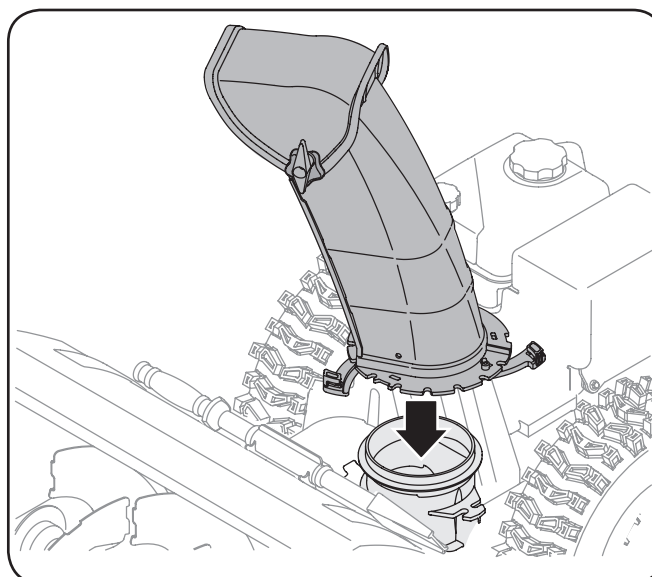

Figura 3-3
1. Colocar el montaje del canal inclinado sobre la base. Vea la Figura 3-3.
8. Finalizar asegurar el control de la cabeza a la tolva de soporte con tuerca de mariposa, horquilla alfiler, y arco-tie Cotter pines eliminado en el paso 1. Vea la Figura 3-3.